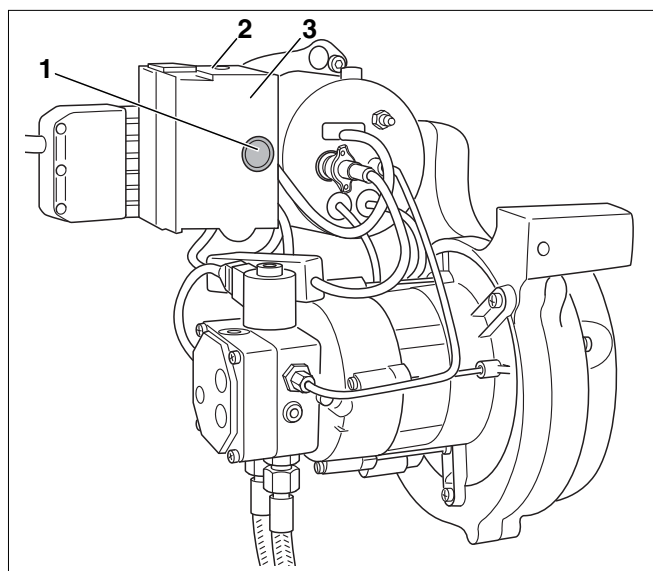

Fig. 30 Tecla de desbloqueo y diodo de señalización
- Purgue el sistema empleando la bomba de gasóleo instalada y no pulsando repetidas veces la tecla de desbloqueo (fig. 30, **pos. 1**).
- Pulse la tecla de desbloqueo (fig. 30, **pos. 1**) durante más de un segundo (conectar). Al cabo de unos cinco segundos el quemador pasa al modo de arranque o de funcionamiento (véase tab. 9, "Indicación del estado de funcionamiento del quemador a través del LED de varios colores", pág. 17).
- Pulse la tecla de desbloqueo (fig. 30, **pos. 1**).